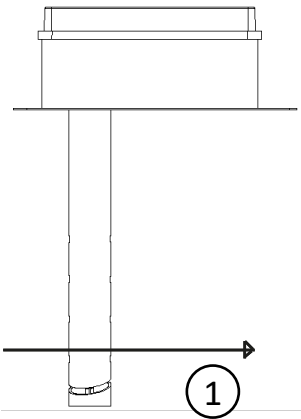

Bild 1 Strömungsrichtung
5. Bringen die den Gehäusedeckel provisorisch wieder an, sodass die LED auf dem Detektorkopf durch das Fenster sichtbar ist. Führen Sie das Rohr durch das Loch im Kanal und richten Sie das Gerät so aus, dass die Pfeile auf dem Deckel in die Strömungsrichtung zeigen (siehe Abb. 1)